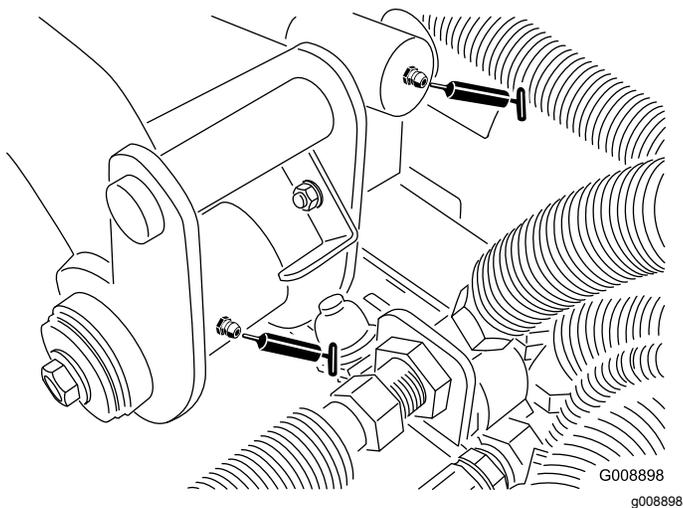

Рисунок 53
- Цилиндр поворота и подъема заднего подъемного рычага (2) (Рисунок 53)